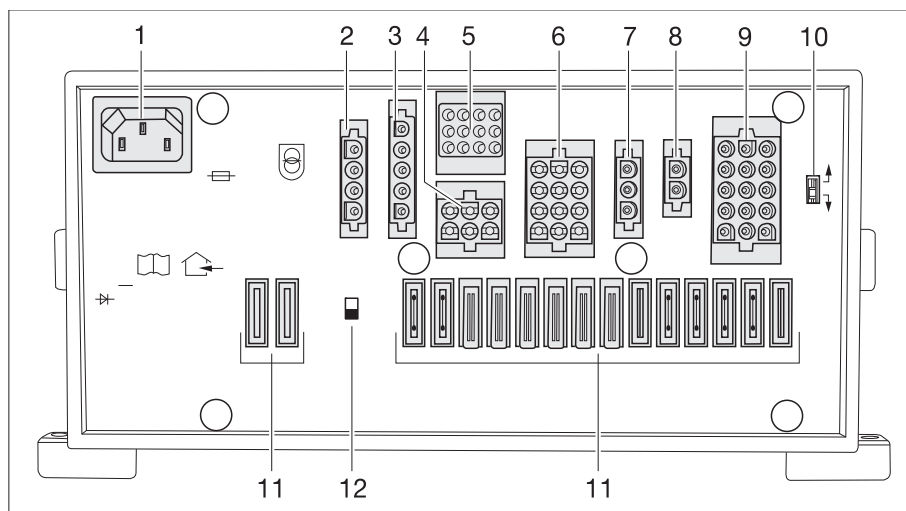

Bild 241 El-block (EBL 119)
- ▷ Batteribrytaren (Bild 241,12) skiljer alla förbrukare som är anslutna på el-blocket från 12 V-nätet.
- ▶ När batteriväljaren (Bild 241,10) är felaktigt inställd kan knallgas bildas. Explosionsrisk!
Med batteriväljaren (Bild 241,10) kan el-blockets laddningsmodul ställas in för fordonets bodelsbatteri ("bly-gel", "bly-syra" eller AGM).